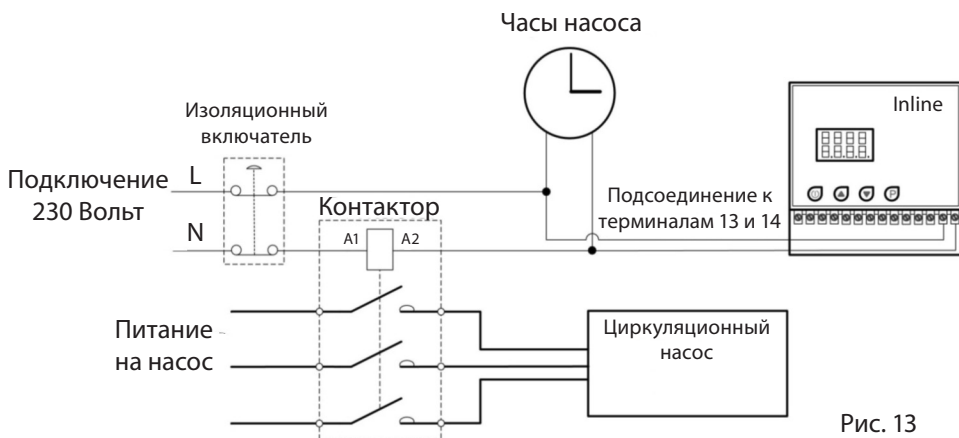

Рис. 13
**Внимание:** Приоритетное нагревание требует электрического соединения с контактором фильтрационного насоса как показано на рис. 13.